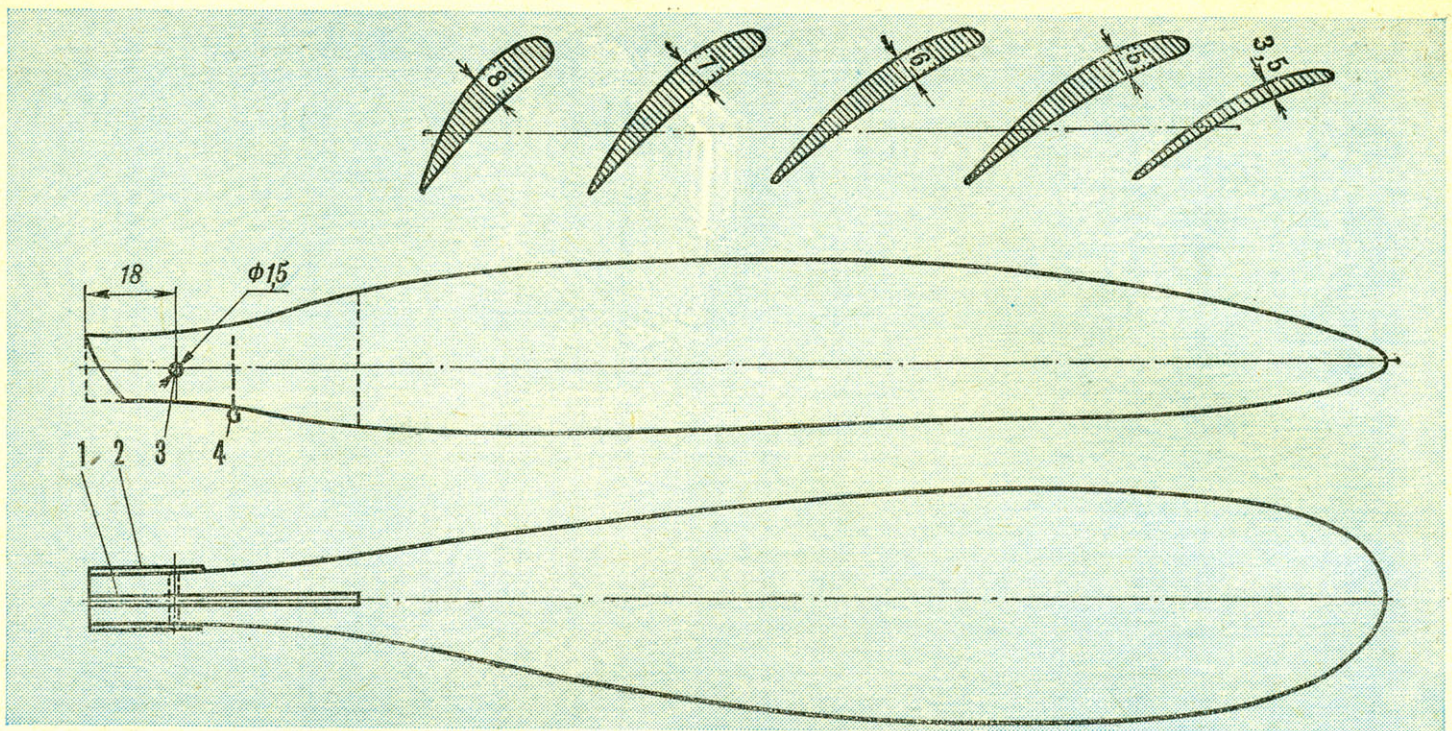

Рис. 6. Винт:
**ВИНТ** (рис. 6)  $\varnothing$  560 мм с лопастями утолщенного профиля изготовлен из твердого плотного пенопласта (по той же технологии, что и из дерева). В корневой части каждой лопасти ножовкой пропилите паз и вклейте фанерную пластину толщиной 1,5 мм. В этих местах лопасти оклейте капроновой лентой и затем с обеих сторон наклейте пластинки из целлулоида толщиной 0,5 мм.